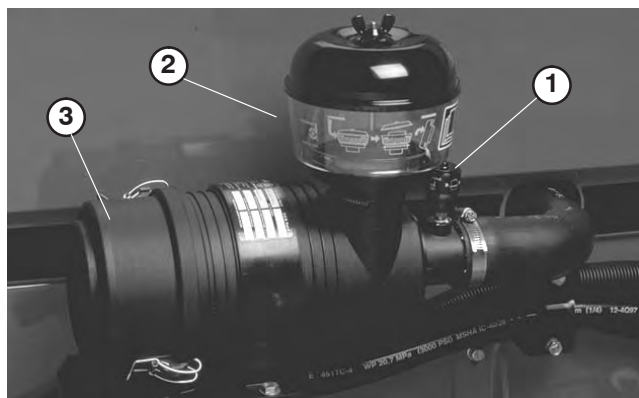

Bild 45
2. Warten Sie die Luftfilter, wenn die Luftfilteranzeige (Bild 45) Rot anzeigt oder alle 400 Stunden (bei einer sehr staubigen oder schmutzigen Umgebung häufiger). Warten Sie den Luftfilter nicht zu häufig.
9. Stellen Sie die Anzeige (Bild 45) zurück, wenn sie auf Rot steht.